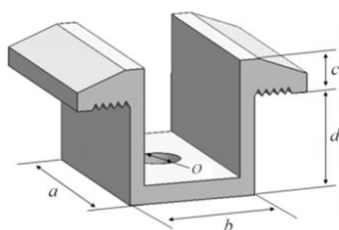
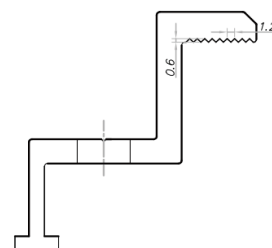

图1 中间压块示意图
图2 边压块横截面示意图
- ① 将光伏组件置于两条支架之上（不提供）。支架必须使用不锈钢材料或做过防腐处理（如热镀处理）。每块光伏组件至少需要 4 个压块去固定，在安装过程中，请勿让压块直接接触玻璃及让边框变形，否则会导致光伏组件破损。
- ② 务必避免因夹具形成的阴影对光伏组件造成遮挡效应。漏水孔不能被夹具遮挡。夹具必须与光伏组件边框保持至少 10mm 的重叠部分（保证光伏组件可靠安装的前提下可以变更夹具截面）。
- ③ 支架与光伏组件边框接触的上表面需有一个与 M8 螺栓匹配的凹槽。
- ④ 若支架上无凹槽，则需在上述提到的位置钻一个直径大小合适的孔，以便螺栓固定。
- ⑤ 确保每个压块的安装顺序为平垫圈、弹簧垫圈、螺母。
- ⑥ 图 1 所示为中间安装压块，图 2 所示为边缘安装压块及截面示意图。中间压块和边压块的尺寸为 $a \geq 50 \text{ mm}$, $b \geq 26 \text{ mm}$, $c \geq 5 \text{ mm}$, $d \geq 28 \text{ mm}$, $\varnothing = 9 \text{ mm}$ ，建议壁厚 $\geq 4 \text{ mm}$ ，当螺栓和螺丝为 8.8 等级时，推荐收紧扭矩为 17~23Nm。具体扭矩值请咨询安装商或支架供应商。
- ⑦ 为防止安装组件后脱框，建议选择边缘安装压块和中间安装压块与边框 A 面接触面均带有花纹槽结构的压块，花纹槽结构建议数量为 9 个左右，相邻花纹槽距离建议 1.2mm 左右，花纹槽深度建议 0.6mm 左右，如图 2 边缘压块横截面示意图所示。
- ⑧ 对于长度超过 2.2m 或者宽度超过 1.3m 的组件，推荐使用具有特殊防滑设计的压块，如有贴合边框 A 面弧形压合面，或者带有卡块结构设计等，压块需满足长度 $a \geq 60 \text{ mm}$ ，壁厚 $\geq 5 \text{ mm}$ ，材质 6005-T6， $Rp0.2 > 225 \text{ MPa}$ ， $Rm 265 \text{ MPa}$ 。压块的技术要求及详细资料可咨询弘元售后服务团队。